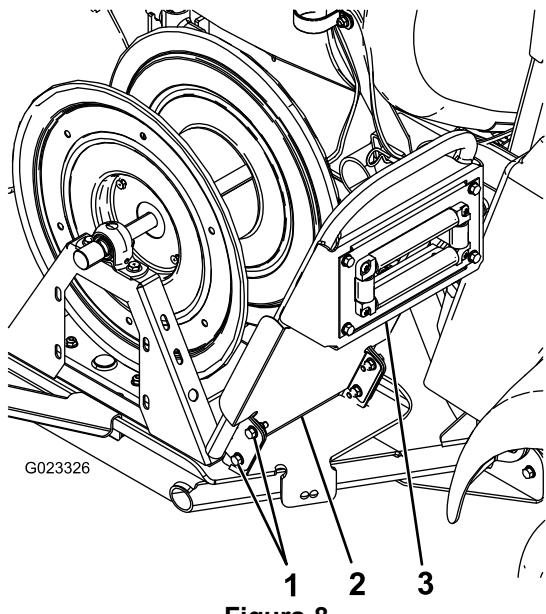

Figura 8
- Monte sem apertar o manípulo na placa articulada com 4 parafusos (5/16 pol.) (Figura 8).
6. Coloque o resguardo de lama e manípulo na placa articulada utilizando os parafusos instalados no passo 5 e 4 porcas flangeadas (5/16 pol.) (Figura 8).